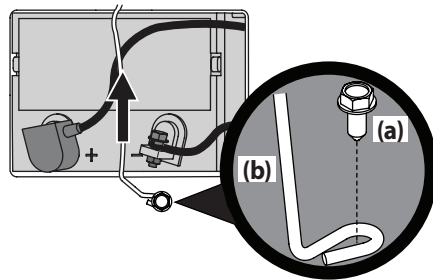

Figura 4-10
- Extraiga el tornillo de cabeza hexagonal con arandela (a) que sujeta el soporte de sujeción de la batería al marco (b). Luego levante el soporte de sujeción (b) de la batería para liberar la batería. Consulte la Figura 4-10.